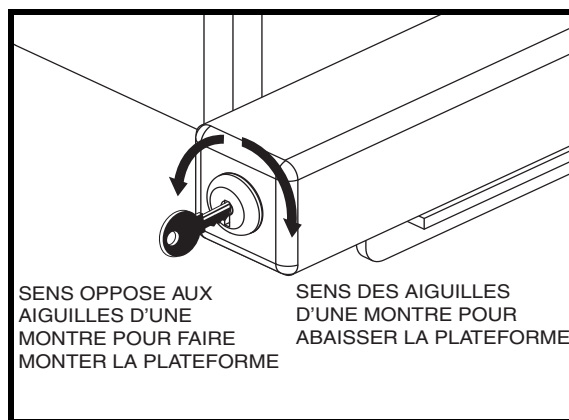

Figure 13. Fonction de la clé
2. Tournez et tenez la clé dans le sens des aiguilles d'une montre pour abaisser la plateforme. **Voir la figure 13.** Relâchez la clé dès que la plateforme touche le sol.
4. Soulevez la plate-forme de levage en tournant et en appuyant sur la clé dans le sens des aiguilles d'une montre. **Voir figure 13.**